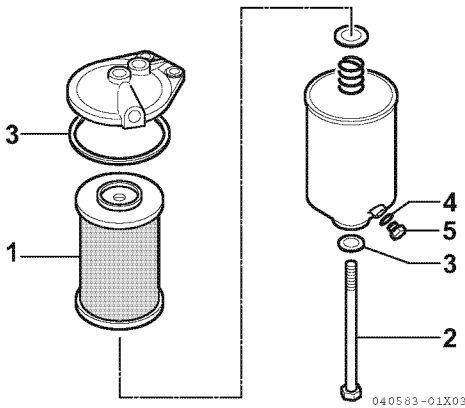

Figura 5
3. Retire el perno central (**Figura 5, (2)**) de la parte inferior del filtro y saque el elemento de filtro (**Figura 5, (1)**).